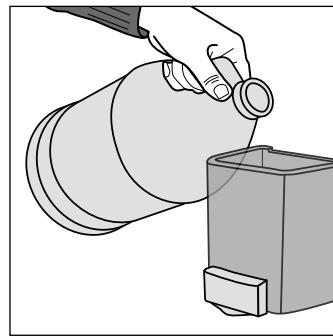

Figure 4
- Ouvrez le distributeur. Rincez le réservoir et le mécanisme de la pompe avec de l'eau chaude pour enlever les résidus et les éléments contaminés. Remplissez le distributeur avec du savon et replacez le couvercle. (Voir Figure 4)